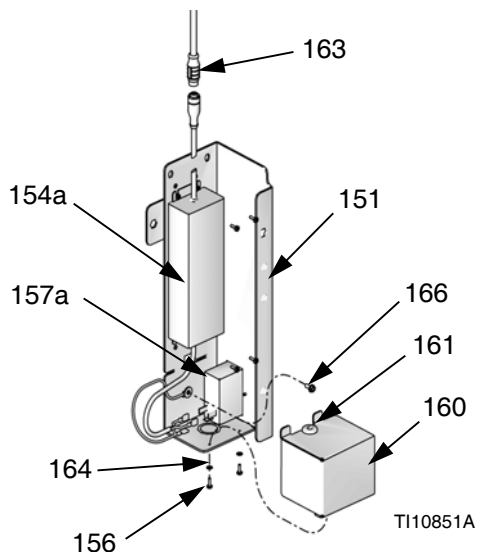

ABB. 39
- Stromeingangsmodul (157a) und 100-240-VAC-Stromversorgung (154a) in die Halterung (151) einbauen.
- CAN-Kabel (509) mit Ausgang der Stromversorgung verbinden. Siehe ABB. 39.
- Braunen Draht an stromführenden Anschluss (L) anschließen.
- Blauen Draht an neutralen Anschluss (N) anschließen.
- Erdungsschraube (166) durch Öse am (grünen) Anschlussdraht führen und sie am Gehäuse der Stromversorgung (151) festziehen.
- Abdeckplatte (160), Schrauben (156) und Unterlegscheiben (164) entsprechend einbauen.